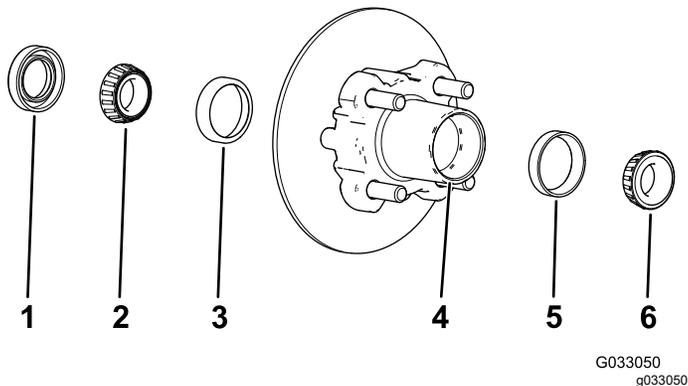

図 28
1. ハブから外側のベアリングとベアリングレースを取る 図 28。
2. ハブから、シール、内側のベアリングを外す 図 28。
5. ハブについているグリス、ごみなどをきれいに取り除く 図 28。
7. キャビティの50-80 %程度にグリスを詰める 図 28。
8. ハブの内側に内側ベアリングを取り付け、シールをはめる 図 28。